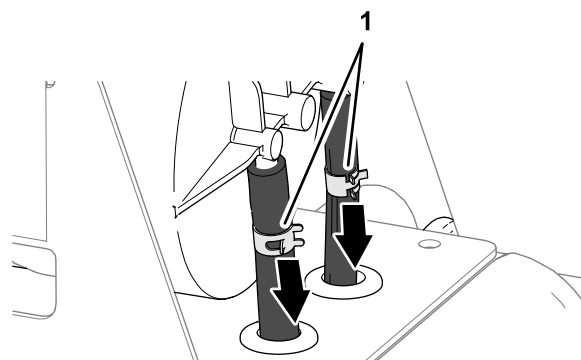

図 79
3. カーボンキャニスタのフィッティングにホースを固定しているホースクランプ2個をゆるめる 図 79。